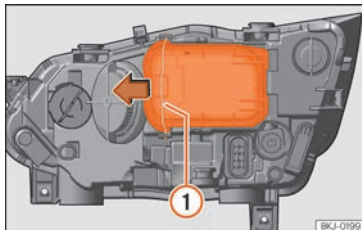

Fig. 54 Nel vano motore: estrarre il coperchio.
- Far scorrere il tirante »» fig. 54 ① nel senso della freccia e sfilare la chiusura.